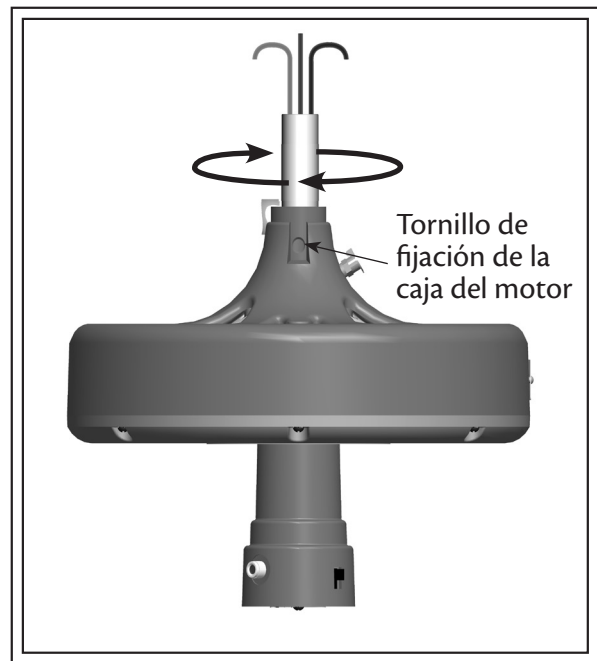

Fig. 4
3. Enrosque el tubo en el ventilador hasta que esté ajustado (al menos 4-1/2 vueltas) (vea la Fig. 4).